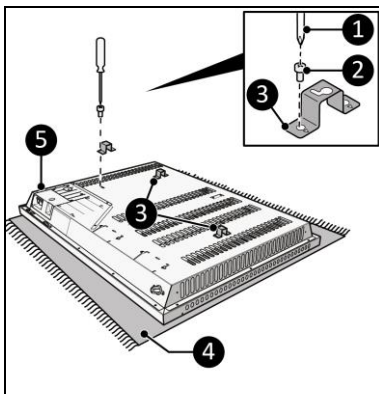

Figure 10
8. Posez l'appareil sur une surface douce et stable (figure 10, pos. 4).
9. Vissez et serrez trois supports (figure 10, pos. 1) des deux côtés du corps principal (figure 10, pos. 5) avec une petite vis (figure 10, pos. 2) avec un tournevis Phillips (figure 10, pos. 3).